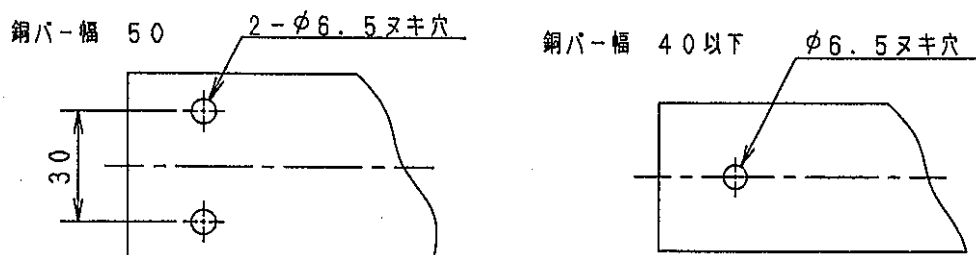

図 2 銅バー加工図
- (2) 銅バーの取付は、銅バーに $\phi 6.5$ の穴加工を施し付属のネジ(表参照)で締付して下さい。インサートナット有効ネジ長10(図2参照)